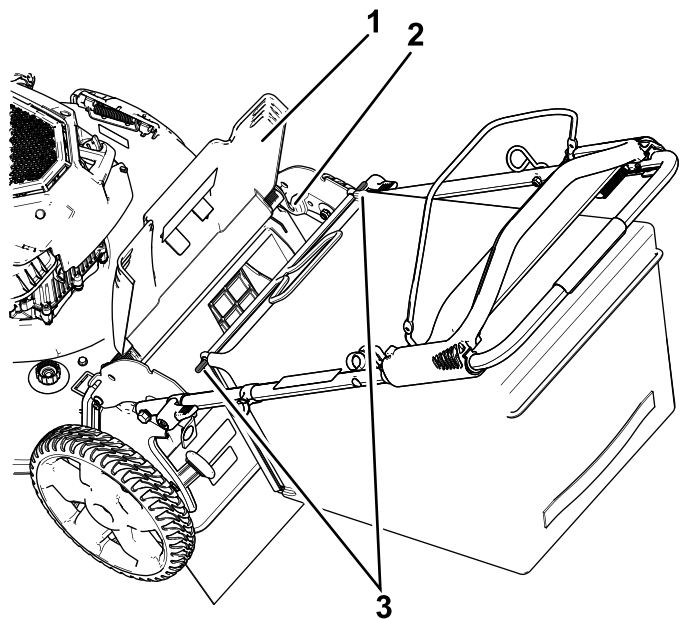

Figura 17
1. Alzate lo sportello posteriore e tenetelo alzato (Figura 17).
2. Montate il cesto di raccolta, accertandovi che i suoi perni siano inseriti nelle tacche presenti sulla stegola (Figura 17).